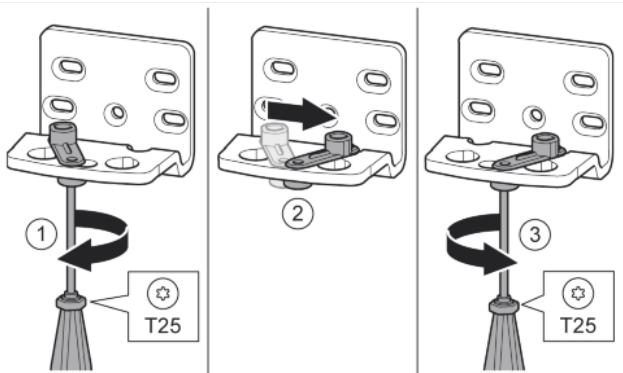

Fig. 16\*
- Отпустить винт отверткой T25.\* Fig. 16 (1)
- Приподнять фиксатор двери и, повернув на 90° вправо, вставить в отверстие.\* Fig. 16 (2)
- Затянуть винт отверткой T25.\* Fig. 16 (3)